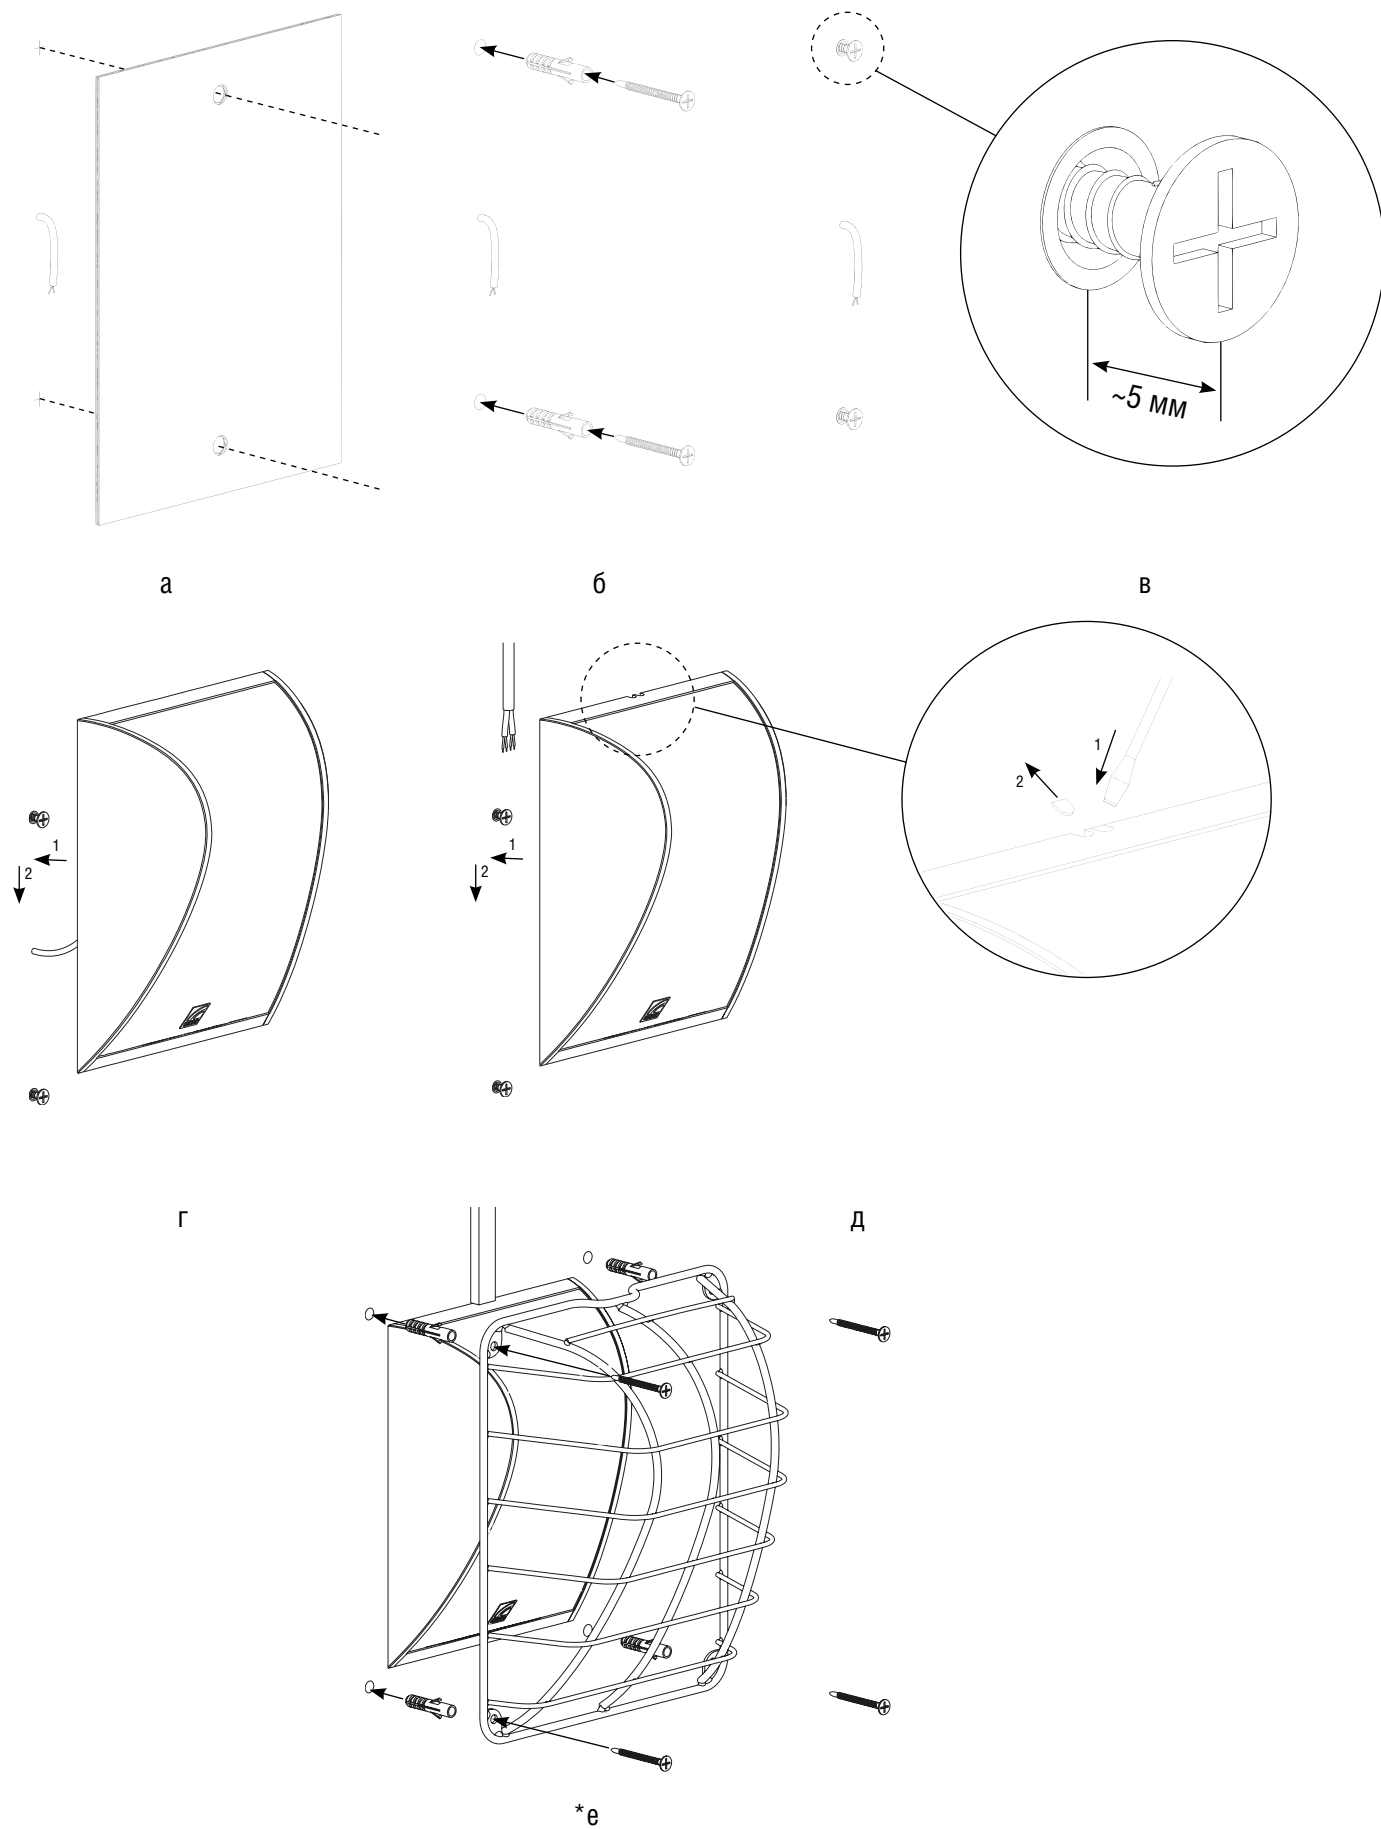

Рисунок 7.2 Порядок установки оповещателя
1. С помощью монтажного шаблона нанести разметку для крепежных изделий (**Рис. 7.2, а**).
2. Просверлить отверстия. Установить крепёжные изделия (дюбеля) и крепежные элементы (шурупы или саморезы) согласно (**Рис. 7.2, б, Рис. 7.2, в**).
4. Для подвода кабеля, можно выдавить заглушку на корпусе изделия (**Рис. 7.2, д**).
5. Установить оповещатель на поверхность путём попадания в паз и фиксации (**Рис. 7.2, д, Рис. 7.2, г**). Установленный оповещатель должен плотно прилегать к поверхности и не должен иметь люфта.
6. При необходимости, установить защитную решетку на оповещатель. (**Рис. 7.2, е**)*.